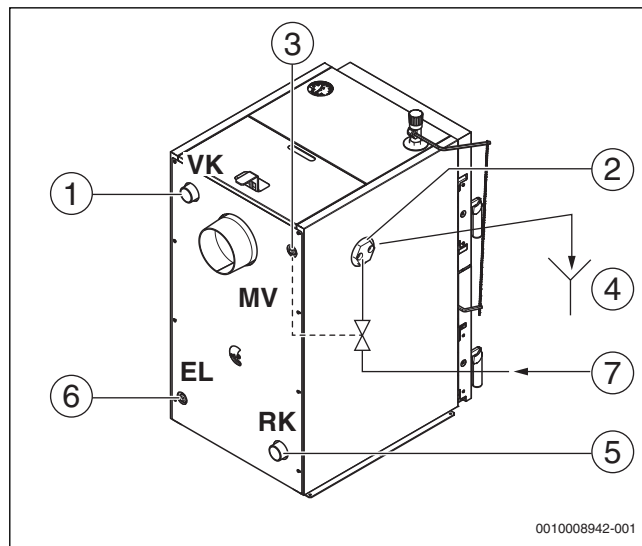

Рис. 17 Подключение предохранительного теплообменника
Котёл не оборудован предохранительным теплообменником (охлаждающим контуром). Предохранительный теплообменник является дополнительным оборудованием. Правильное подключение показано на рис. 17.
Подающая и обратная линии предохранительного теплообменника выбираются свободно. Охлаждающая вода должна отводиться через слив (→ рис. 17, [4 и 7]).
- ▶ Смонтируйте погружную гильзу (из комплекта термической защиты) для датчика термической защиты (→ рис. 17, [3]).